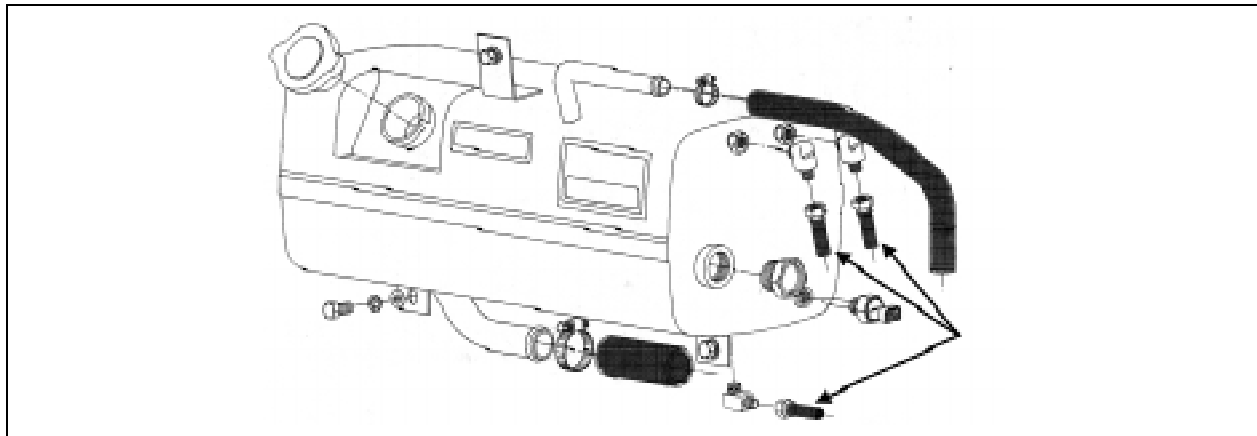

FIGURE 1: RÉSERVOIR D'ÉQUILIBRE TYPIQUE SUR LES AUTOCARS H3-41 ET H3-45
- Se référer au « Parts Manual » de votre véhicule à la section 05 pour connaître quels boyaux remplacer. De même, se référer aux figures 1 et 2 pour trouver l'emplacement des boyaux sur le réservoir.